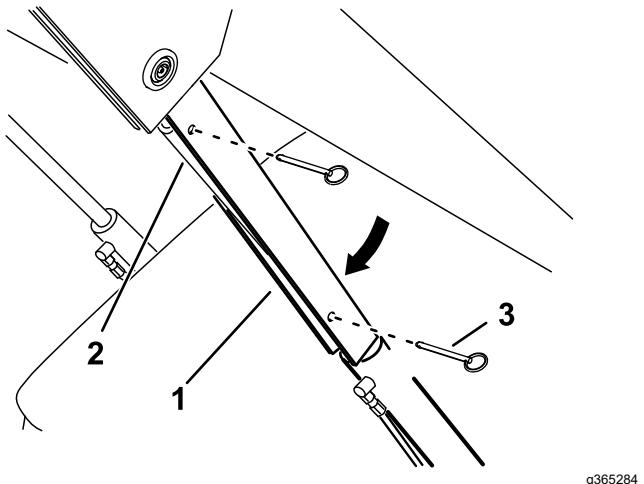

Bild 28
5. Schieben Sie das Zylinderschloss auf die Hubzylinderstange (Bild 28).